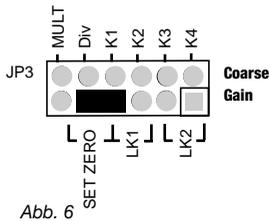

Abb. 6
- Um den LVDT-Nullpunkt zu setzen, stecken Sie eine Brücke auf der Leiste **JP3** auf die **SET ZERO** Position, die zweite Brücke kann entfernt oder auf der Position **LK2** der Leiste **JP3** gesteckt werden. Siehe Abb. 6.